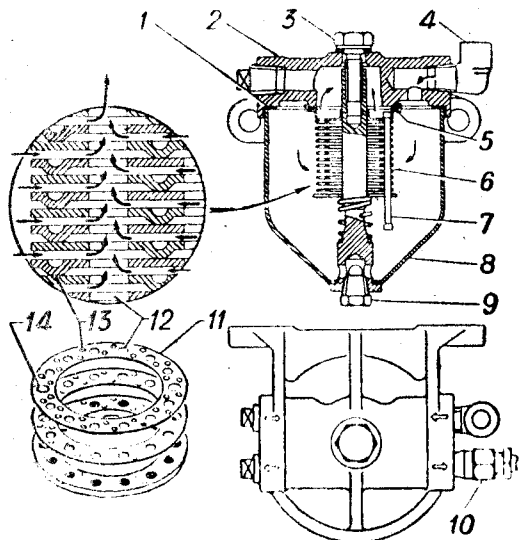

Рис. 15. Бензиновый фильтр-отстойник:
**Бензиновый фильтр-отстойник** (рис. 15) прикреплен к правому лонжерону рамы под кабиной.